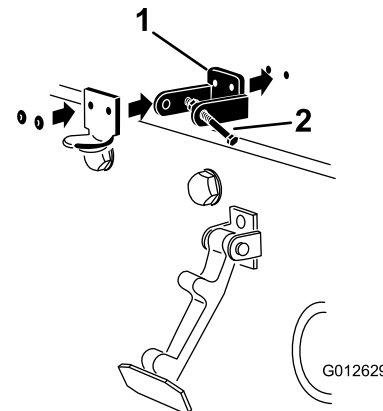

Figura 5
4. În timp ce aliniați orificiile de montare, poziționați pe capotă suportul de blocare CE și suportul clichetului capotei (Figura 5).
6. Nituii suportul și aibele pe capotă (Figura 5).